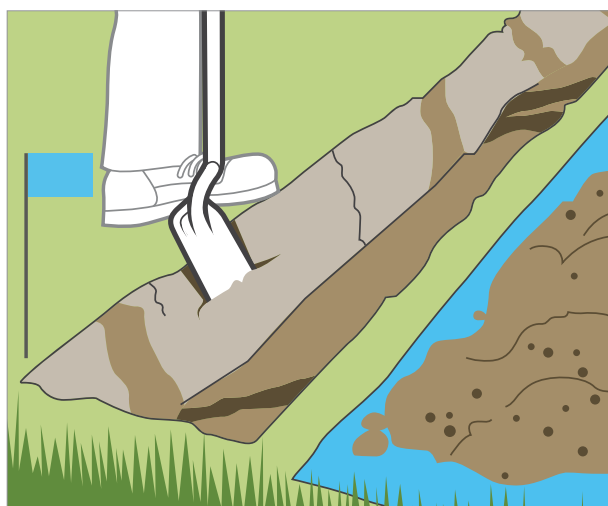

Figure 2
4. Creuser les tranchées : Consultez la législation locale. S'il n'existe aucune législation locale pour la profondeur de la conduite principale d'arrosage, creusez une tranchée de 25 cm à 30 cm de profondeur. Vous pouvez creuser à la main ou à l'aide d'une trancheuse. Vous trouverez des trancheuses dans la plupart des magasins de location de matériel *Figure 2.*